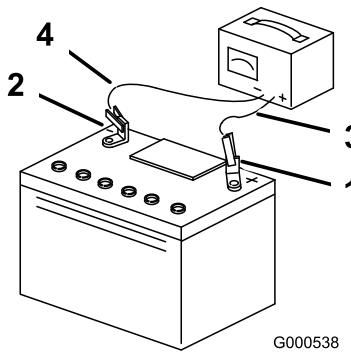

Figura 41
4. Cuando la batería esté completamente cargada, desconecte el cargador de la toma de electricidad, luego desconecte los cables del cargador de los bornes de la batería (Figura 41).